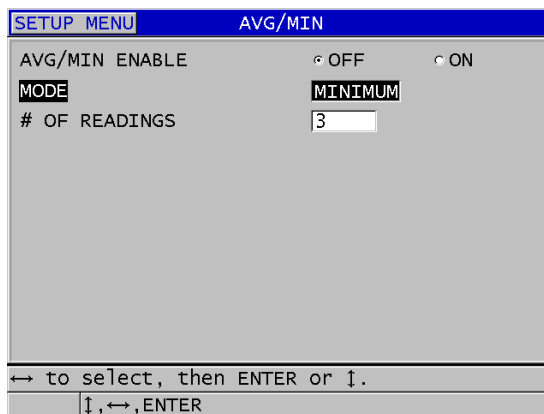

図 10-16 平均値 / 最小値測定ダイアログボックスを開く
3. 平均値 / 最小値画面で、以下の操作を行います（171 ページの図 10-16 参照）。